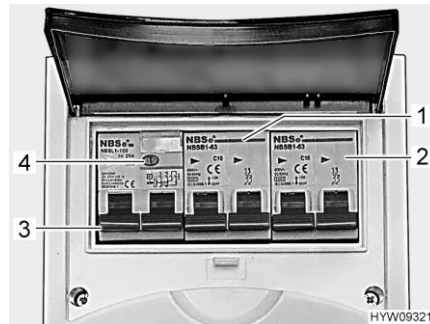

Fig. 147 Interruptor de protección de línea e interruptor FI (caja de fusibles de 230 V)
Un interruptor de corriente de defecto (interruptor FI) (Fig. 147,3) en la caja de fusibles asegura el vehículo completo contra corriente de defecto (30 mA).
El interruptor de protección de línea conectado en serie (10 A) (Fig. 147,1) asegura las cajas de enchufe de 230 V, el bloque eléctrico, el cargador adicional y el frigorífico.
En los vehículos con equipamiento especial, p. ej. la instalación de aire acondicionado en el techo, un interruptor de protección de línea adicional (16 A) (Fig. 147,2) asegurará el aparato.
- Si el vehículo está conectado a la alimentación de 230 V, pulsar la tecla de prueba (Fig. 147,4). Se debe activar el interruptor de corriente de defecto (FI).